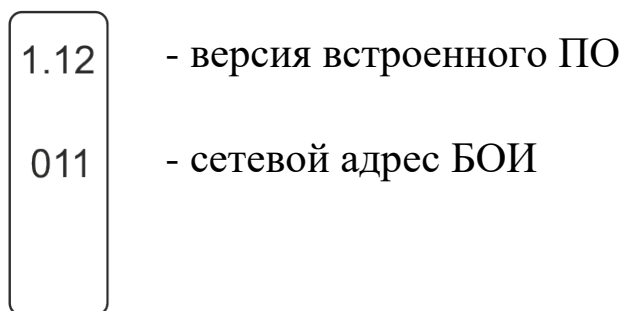

Рисунок 2.1. Информация, отображаемая на дисплее БОИ
2.2.3 Прибор включиться автоматически при появлении напряжения питания. После включения встроенное в БОИ программное обеспечение (далее встроенное ПО) выполняет диагностику и в случае успешного прохождения всех тестов выводит на дисплей БОИ версию встроенного ПО и сетевой адрес БОИ (рисунок 2.1). Время готовности БОИ к проведению измерений после включения питания не более 30 сек.